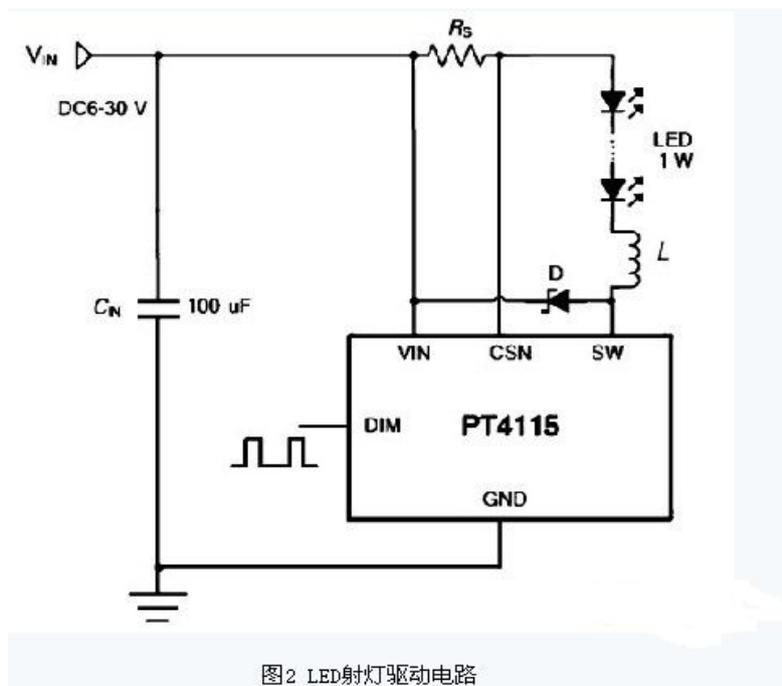

图2 LED射灯驱动电路
V_{IN} 上电时，电感 (L) 和电流采样电阻 (R_S) 的初始电流为零，LED 输出电流也为零 (见图2)。这时候，内部功率开关导通，SW 的电位为低。电流通过电感 (L)、电流采样电阻 (R_S)、LED 和内部功率开关从 V_{IN} 流到地，电流上升的斜率由 V_{IN} 、电感 (L) 和 LED 压降决定，在 R_S 上产生一个压差 V_{CSN} ，当 $(V_{IN} - V_{CSN}) \gg 115\text{ mV}$ 时，内部功率开关关断，电流以另一个斜率流过电感 (L)、电流采样电阻 (R_S)、LED 和肖特基二极管 (D)；当 $(V_{IN} - V_{CSN}) \ll 85\text{ mV}$ 时，功率开关重新打开，这样使得在 LED 上的平均电流为 $I_{OUT} = (0.085 + 0.015) / R_S = 0.1 / R_S$ 。如果不使用调光功能，可使 DIM 引脚悬空，这时可输出设定的最大电流。